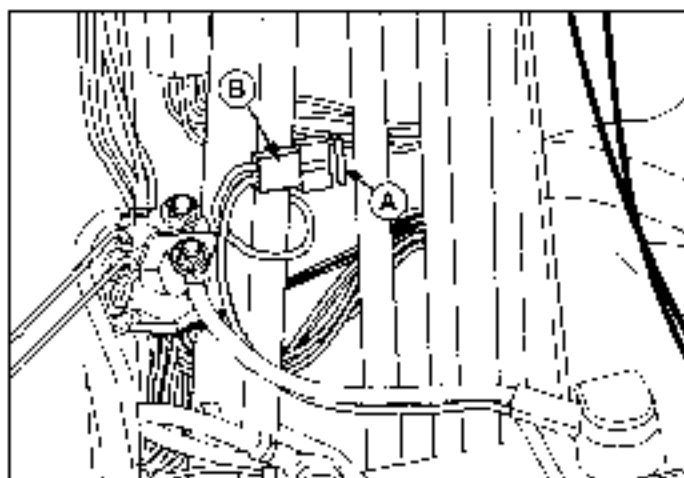
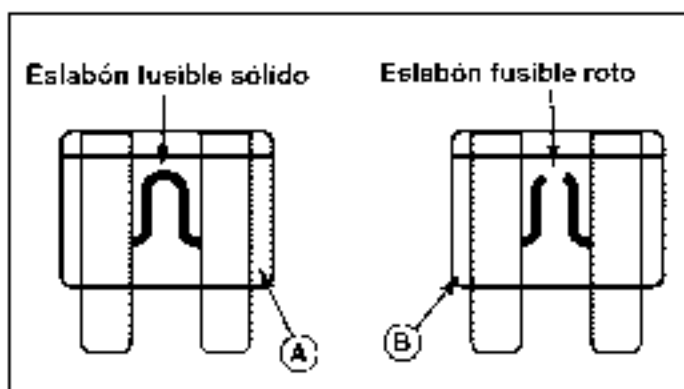

Figura 23. Fusible
Figura 24. Fusible tipo cuchilla
1. Abra el capó y ubique el portafusibles (B, Figura 23) y el fusible (A) conectados a la torre de dirección.
2. Sustenga el portafusibles (B) y saque el fusible (A).
3. Compruebe que el fusible no tenga un eslabón fusible roto (vea la Figura 24). Reemplace el fusible si la conexión está rota. Si no está seguro de si el eslabón fusible está roto, reemplace el fusible.
4. Sustenga el eslabón fusible (B) e inserte el fusible nuevo (A) hasta que se ajuste correctamente.